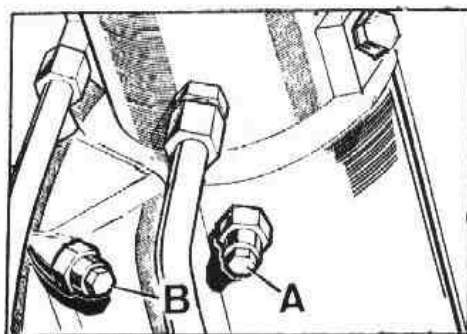

Fig. L1-4 Tornillos de purga de la bomba inyectora
- 2.2. Aflojar el tornillo de purga, A (Fig. L1-4) del cuerpo de la bomba inyectora.
- 2.3. Accionar la palanca de cebado de la bomba de alimentación, hasta que el gas-oil fluya sin burbujas y apretar el tornillo de purga, (Fig. L1-4).
- 2.4. Para asegurarse que ha sido expulsado todo el aire de la bomba, será necesario aflojar el tornillo de purga de sobrante, B (Fig. L1-4) situado sobre la tapa y accionar la palanca de cebado de la bomba de alimentación, hasta que el gas-oil fluya sin burbujas, apretando a continuación dicho tornillo de purga.